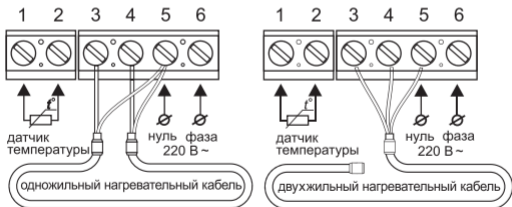

Рис. 2
Если у Вас 2-х проводная электрическая сеть (без проводника заземления), экран нагревательной секции подключается к нейтральному проводнику (N) сети питания, на клемму 5 (рис. 2).